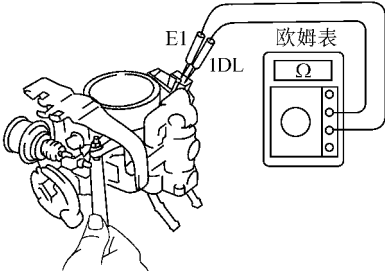

图 2-120 将塞尺插到节气门止动螺钉和拉杆之间，并将欧姆表拉到端子上
2) 将塞尺 (0.35mm) 插到节气门止动螺钉和拉杆之间，并将欧姆表接到端子 1DL 和 E1 上。顺时针方向慢慢地转动传感器直到欧姆表的指针摆动为止，然后用两个螺钉固定传感器，如图 2-120 所示。